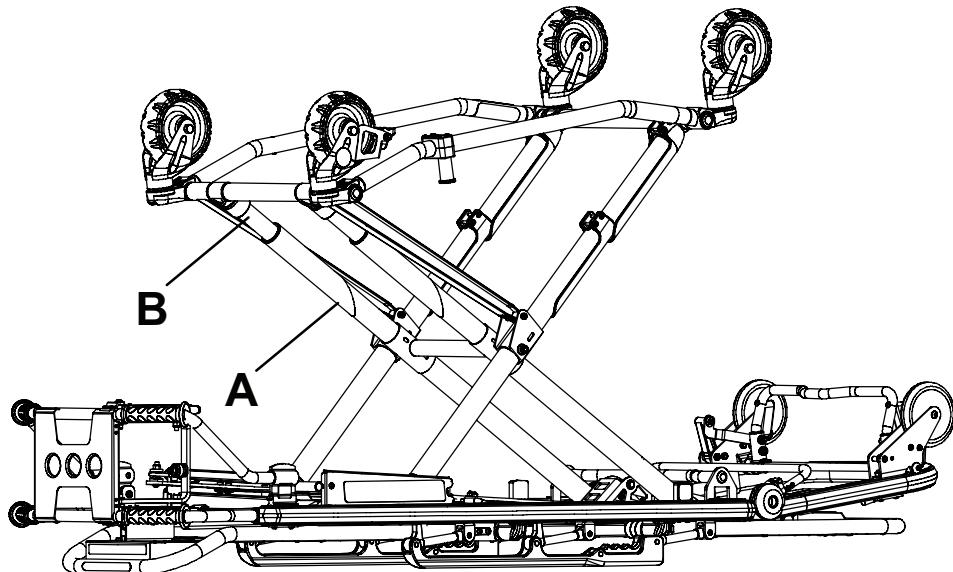

Abbildung 25 – Positionen zum Schmieren des Fahrgestells
3. Tri-Flow™ mit Teflon®-Schmiermittel (6082-199-012) mit dem Kunststoff-Applikatorröhren in die Lücke zwischen den oberen (A) und unteren Hubholmen (B) an beiden Beinen des Fußendes sprühen (Abbildung 25).